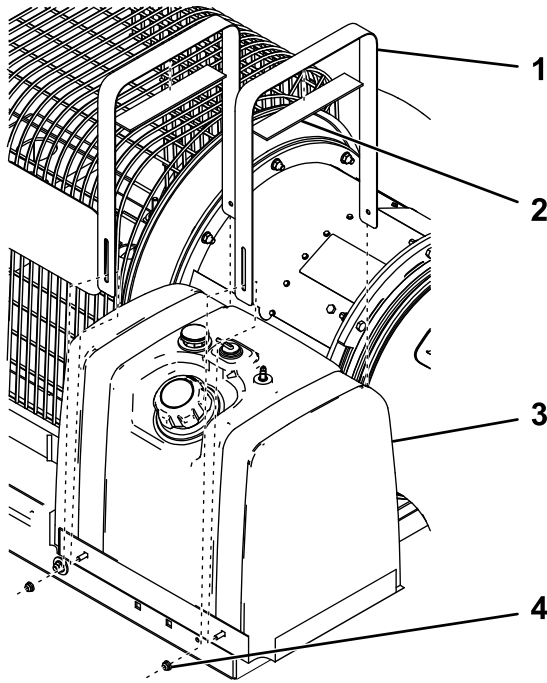

Figura 6
5. Sujete las almohadillas a los flejes del depósito de combustible (Figura 6).
6. Sujete el depósito de combustible nuevo a la bandeja usando los flejes y 4 tuercas con arandela prensada (1/4"), según se muestra en Figura 6.